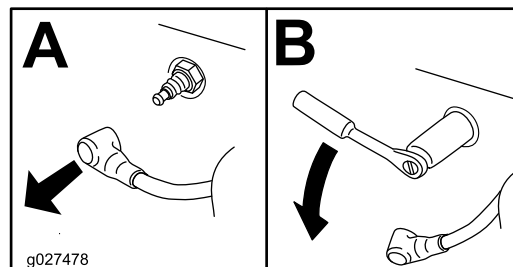

Bild 39
- Nehmen Sie die Zündkerze heraus, wie in Bild 39 abgebildet.